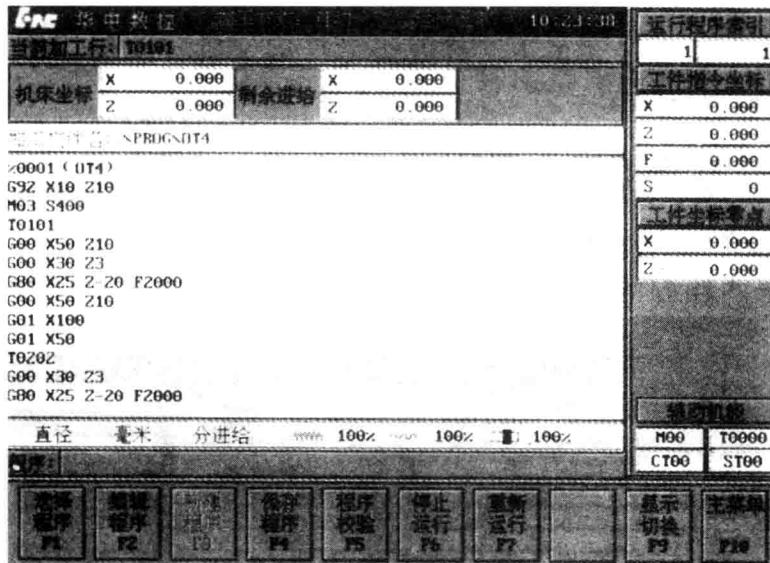

图 1-10 调入文件
(2) 利用【◀】【▶】光标键选择好磁盘后按【Enter】键，系统显示磁盘内程序列表。
(3) 利用【▲】【▼】光标键选择指定文件，按【Enter】键系统弹出程序内容，如图 1-10 所示。